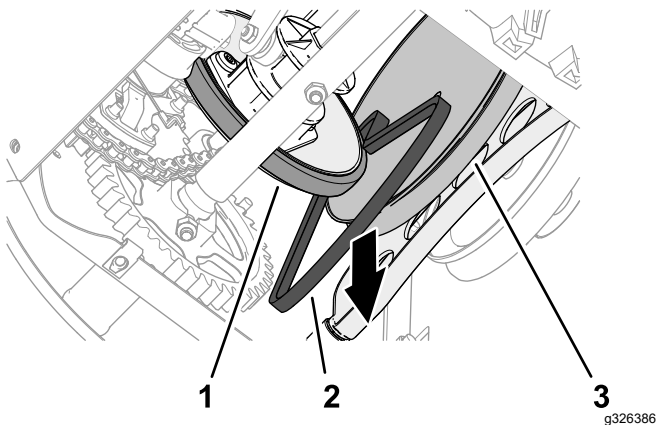

Bild 48
7. Ziehen Sie den Treibriemen zwischen Reibrad und der Riemenscheibe für den Fahrtrieb ab und nehmen Sie den Riemen aus der Maschine (**Bild 48**).